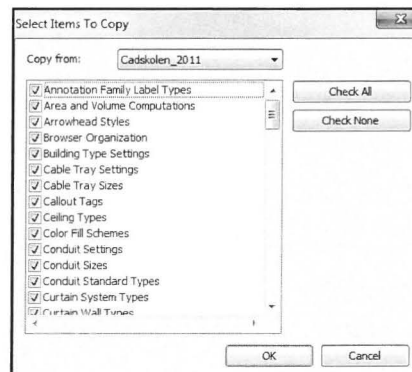

Fig. 02.14. Select Items to Copy.
- Vælg de ønskede emner (Fig. 02.14)